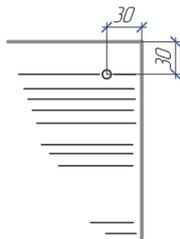

рисунок 5
8.6. Предварительно, перед креплением сайдинга следует произвести высверливание отверстий, диаметр которых должен превышать диаметр крепежного элемента (если соединение заклепкой, диаметр втулки) на (0,5-2,0) мм. Расстояние отверстий от края сайдинга должно быть не менее 30 мм (рисунок 5).